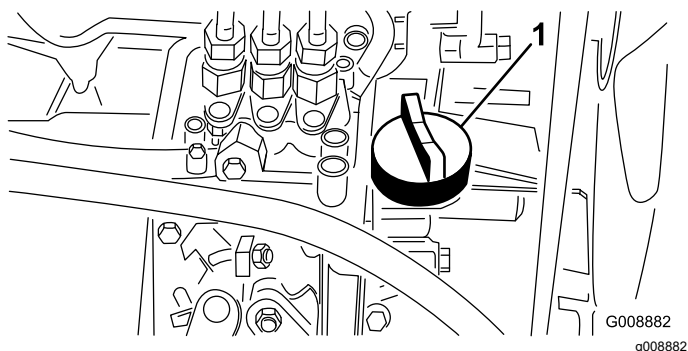

Figura 21
4. Se o nível do óleo for baixo, retire a tampa de enchimento (Figura 21) e adicione gradualmente pequenas quantidades de óleo, verificando constantemente o nível, até que este alcance a marca de cheio na vareta.